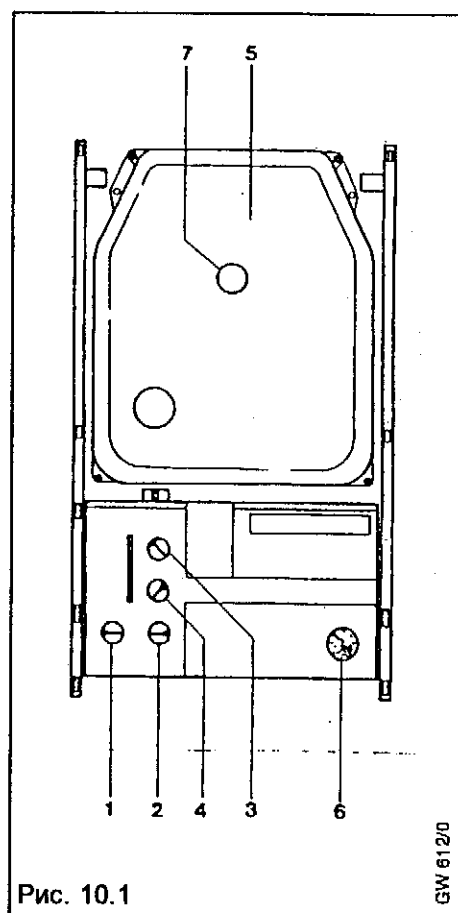
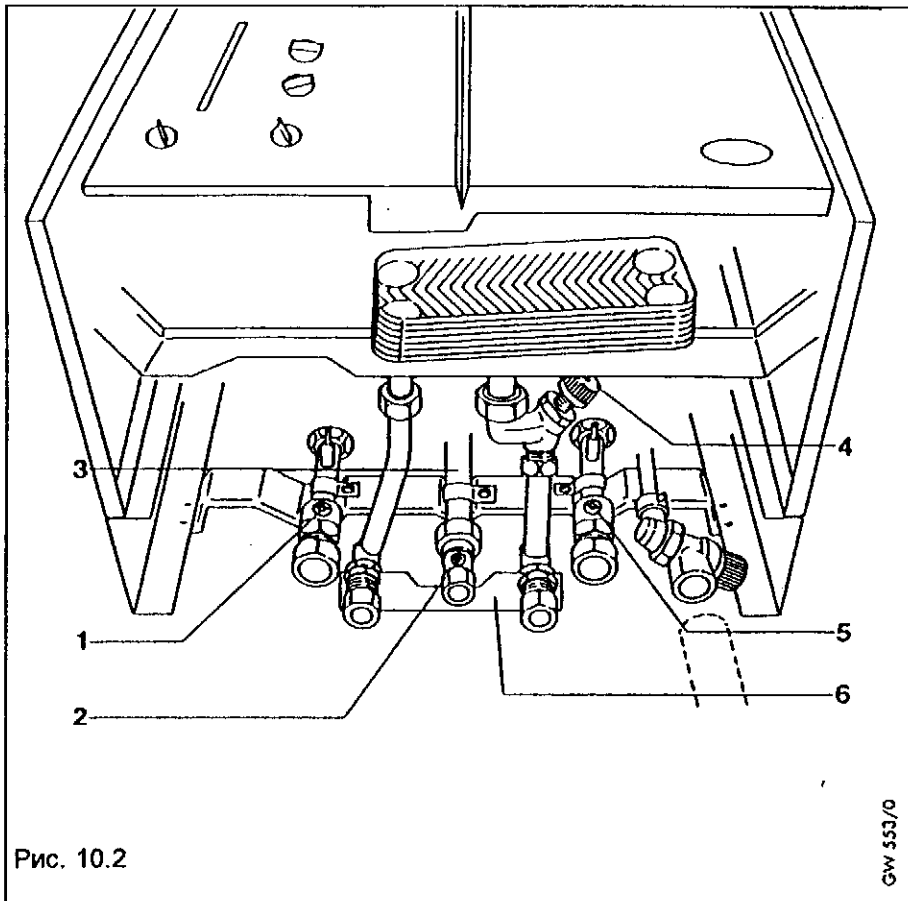
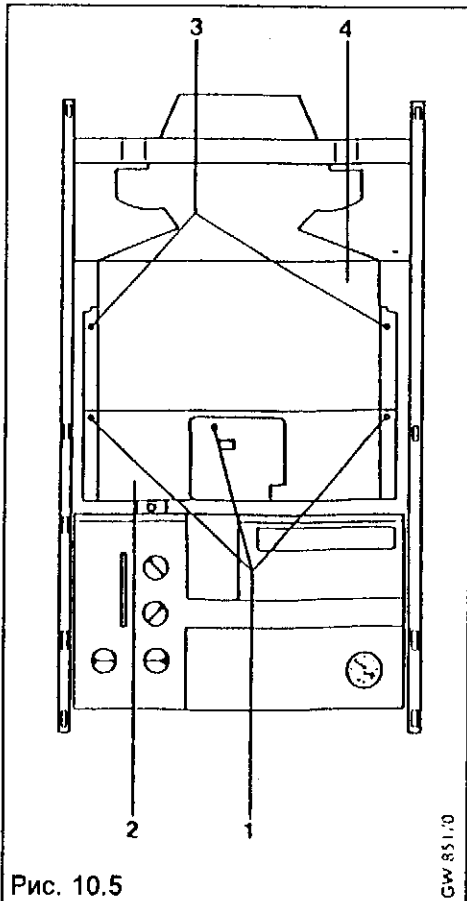
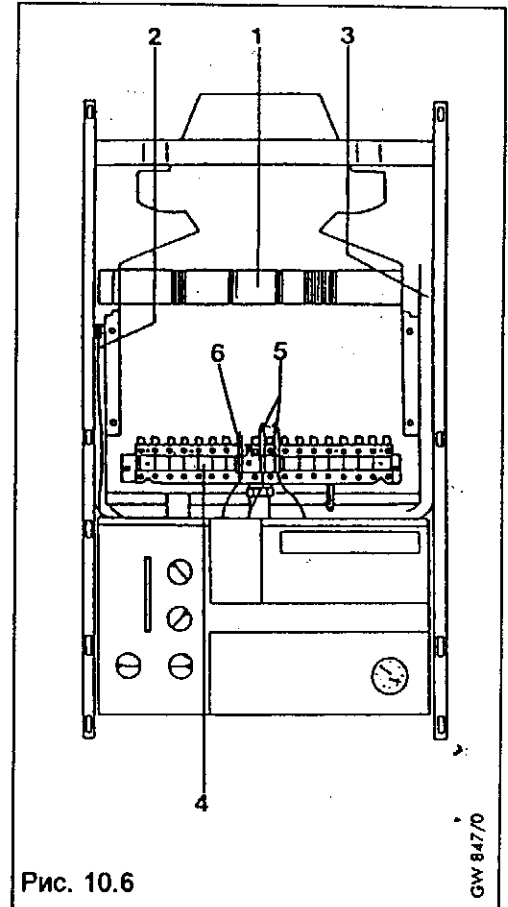

Рис. 10.1
Рис. 10.2
Рис. 10.5
Рис. 10.6
Регулятор температуры подающей линии (3, рис. 10.1) поставить на желаемое значение.
10.2.2 Выключить аппарат (рис. 10.2)
- Закрыть газовый запорный кран (2).
- Закрыть ревизионный кран холодной воды (4) (только VUW).
10.2.3 Снять переднюю облицовку топочной камеры (рис. 10.5)
- Отвинтить три винта (1) и снять облицовку (2).
- Отвинтить два винта (3) и снять облицовку (4).
10.2.4 Проверка первичного теплообменника (рис. 10.6)
- Проверить первичный теплообменник (1), остатки сгорания удалить мягкой щеткой.
10.2.5 Проверка горелки (рис. 10.6)
- Остатки сгорания на горелке (4) удалить мягкой щеткой. Проверить состояние
Аппарат нельзя эксплуатировать без облицовки (2, рис. 10.5). Правильное зажигание, а также вид пламени можно наблюдать через смотровое окошко (7, рис. 10.1). Крышка смотрового окошка может быть откинута вверх на 90°.